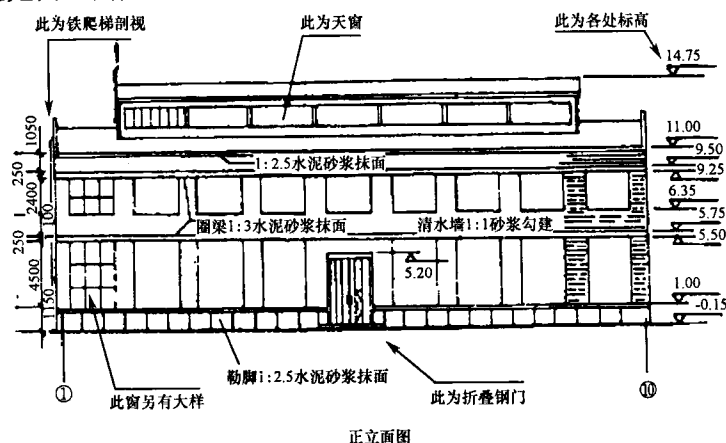
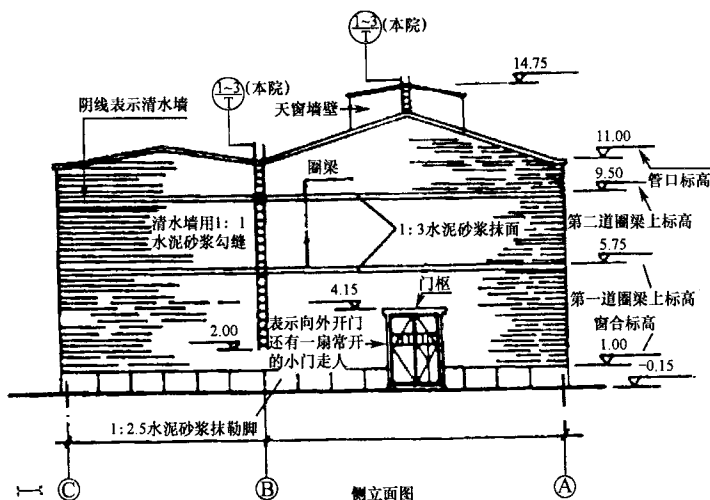

图 1-3 某工业厂房正立面图
图 1-4 某工业厂房侧立面图
为了便于学习看工业厂房立面图和较好地介绍立面图上内容及看立面图的方法，现以图 1-3 和图 1-4 为例说明看立面图的方法。
(1) 看图标：先辨明是什么立面图（南或北立面、东或西立面）。图 1-3 是正立面图，也是南立面图，图 1-4 为侧立面图，也是西立面图。
(2) 看标高、竖向尺寸：单层厂房没有层高之分，只有在构造不同的地方注有该处的标高。在立面上的门、窗都比民用建筑的尺寸大。如女儿墙上檐标高为 11.00 m，第一道圈梁上标高为 5.75 m，第二道圈梁上标高为 9.50 m，底下窗台标高为 1.00 m 等。另外从竖向尺寸上还可以看出窗的高度尺寸，上、下窗之间的墙的高度尺寸，圈梁的高度尺寸等。
(3) 看门、窗在立面图上的位置：从正立面图上可以看出钢大门、钢窗的大致形状，也可以看到天窗的大致形状。这些钢门、窗均有详图。立面图上只要记住洞口大小和门窗的详图号就可以了。
(4) 看外墙的装饰做法和要求: 如该立面上女儿墙出檐是抹水泥砂浆, 圈梁外露部分和窗台下勒脚也是抹水泥砂浆, 其他都是清水墙勾缝。
(5) 从图 1-4 的侧立面图上可以看到, 西墙面有铁爬梯, 但是没有看到立面上有落水管, 根据施工经验可以知道该厂房是采